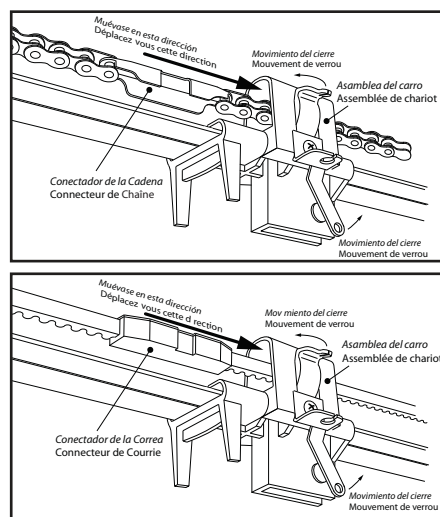

FIG. 6-2 Engrana la cadena al corredizo.
1. Oprima y sostenga el botón del "Límite del recorrido de cerrar" hasta que la cadena avance y engrane en el corredizo (Fig. 6-2).
1. Appuyer sur le bouton de limite de course de fermeture et le maintenir enfoncé jusqu'à ce que la chaîne avance et engage le chariot (Fig. 6-2).